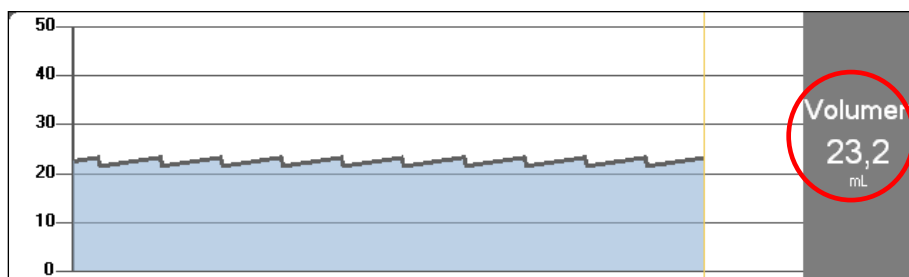

Abb. 24
- Gesamt-Infusionsvolumen (Abb. 24).